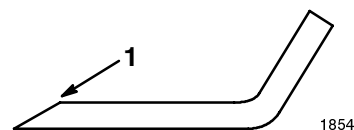

Figure 38
- Au moyen d'une lime, aiguisiez les arêtes de coupe aux deux extrémités de la lame (Fig. 38) en veillant à conserver l'angle de coupe d'origine. Limez la même quantité de métal sur chacune des deux arêtes pour ne pas déséquilibrer la lame.